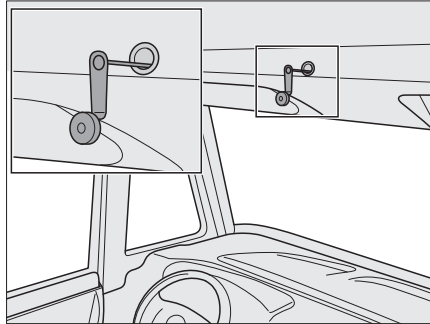

Fig. 137 Commande de secours pour le lit escamotable électrique
- ▶ En cas de panne de courant, le lit escamotable électrique peut également être commandé avec une manivelle de secours (Fig. 137). Celle-ci se trouve dans la cuisine intégrée.